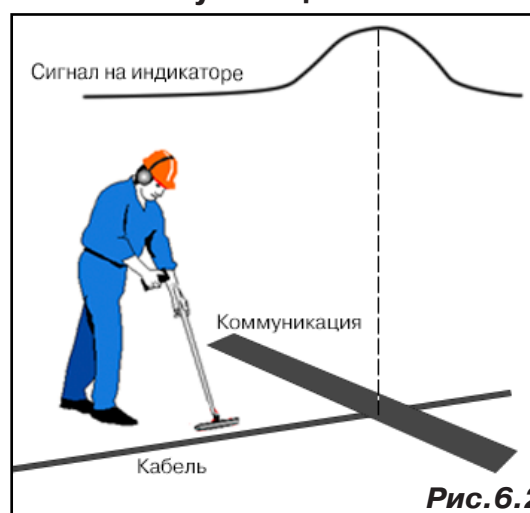

Рис. 6.2
3. Расположить корпус электромагнитного датчика над трассой кабеля параллельно трассе (уровень сигнала на индикаторе приемника будет близок к нулю) (рис. 6.2). Провести трассопоиск в соответствии с методом максимума. При прохождении по трассе, место пересечения кабеля с коммуникациями определяют по максимальному сигналу.